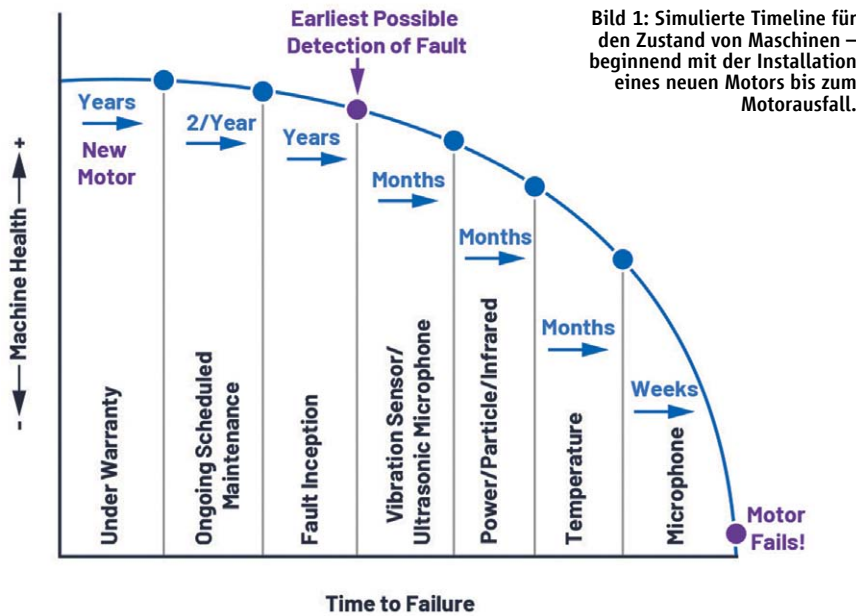

Bild 1: Simulierte Timeline für den Zustand von Maschinen – beginnend mit der Installation eines neuen Motors bis zum Motorausfall.
Einige Sensoren können bestimmte Fehler, wie ein beschädigtes Lager, wesentlich früher als andere erkennen, wie in *Bild 1* dargestellt. Die im Folgenden untersuchten Sensoren, Beschleunigungsmesser und Mikrofone, können die Fehler zu einem sehr frühen Zeitpunkt erkennen.
*Bild 1* zeigt den simulierten Zeitverlauf von Ereignissen – angefangen bei der Installation eines neuen Motors bis zum Ausfall – zusammen mit dem empfohle-